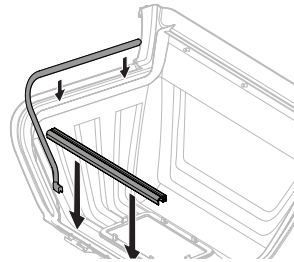

Figure 10
5. S'il n'est pas déjà installé, appliquez les joints (720-05151A et 720-05152B) à la face inférieure du capot supérieur comme illustré ci-dessous. Voir la Figure 10.